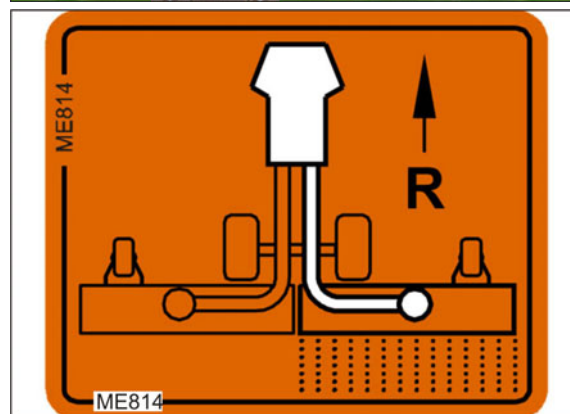

Bild 215
4. Lägga om spaken till vänster (Bild 215/2) och lås: